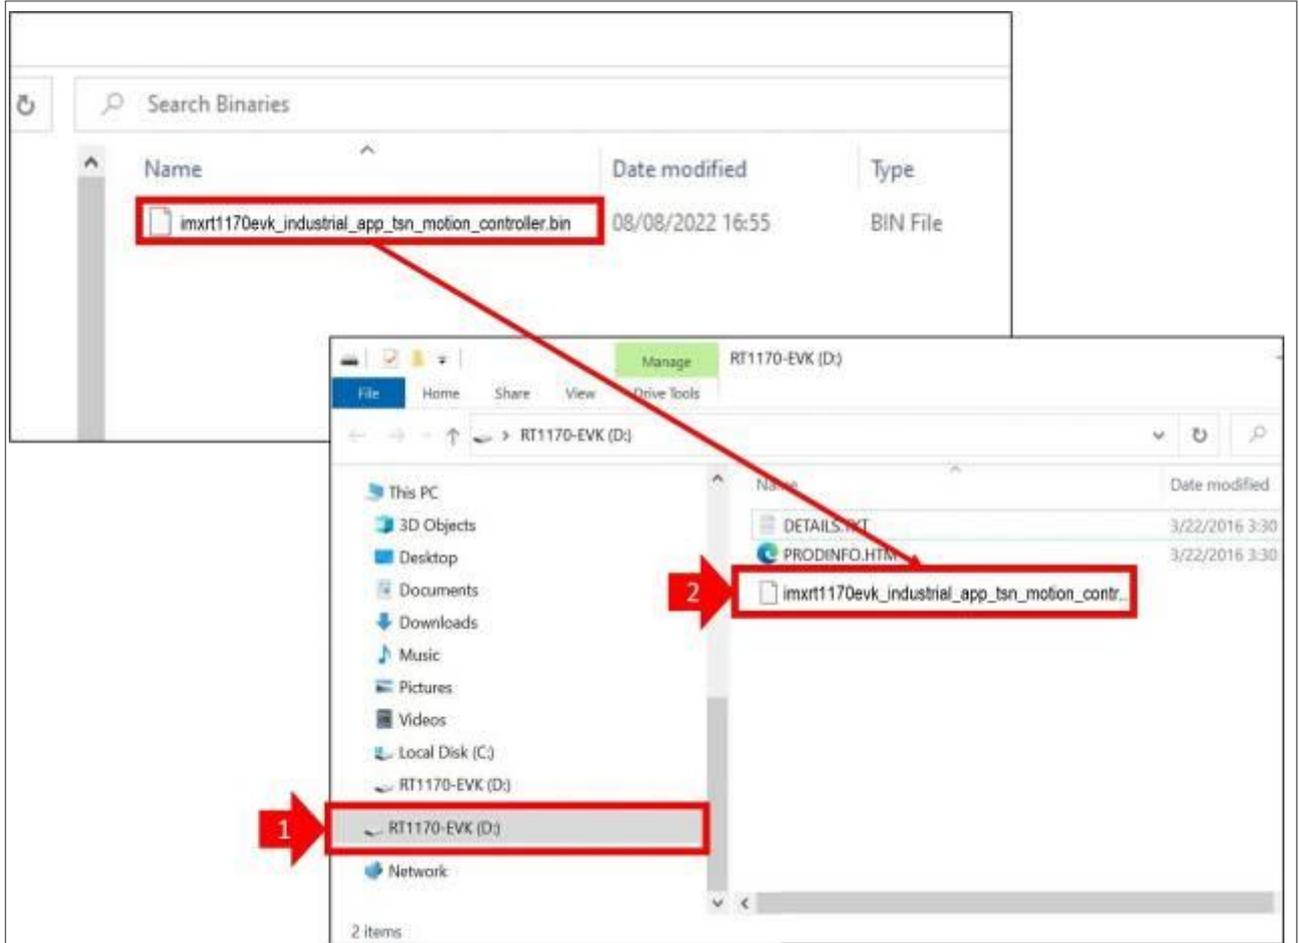

图69. 将imxrt1170evk\_industrial\_app\_tsn\_motion\_controller.bin二进制文件烧录到i.MX RT1170 EVK板中
2. 使用板上的DAP-Link接口，将包含演示应用程序的 `imxrt1170evk_industrial_app_tsn_motion_controller.bin` 文件烧录到i.MX RT1170 EVK板中，如图69所示。i.MX RT1170 EVK的这个二进制文件随i.MX RT工业驱动开发平台软件包提供，位于“tools/”文件夹中。